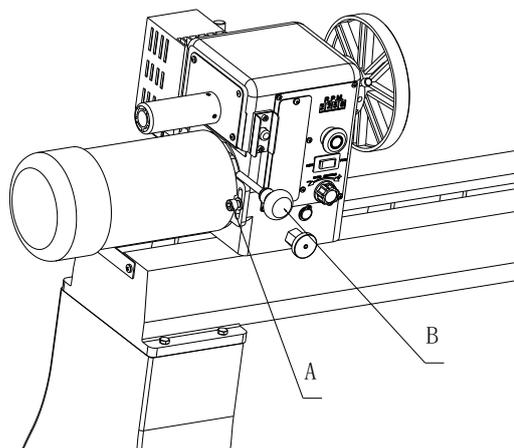

Рис.8
2. Ослабьте стопорный винт (А, рис. 8).
3. Поднимите вверх натяжную ручку (В, рис. 8) снять натяжение с поли клинового ремня. Теперь вы можете расположить ремень в нужном диапазоне скоростей. Он изображен в диапазоне низкоскоростных шкивов. Примечание: “Высокий” диапазон скоростей (0-3200) обеспечивает максимальную скорость, тогда как “Низкий” диапазон скоростей (0-1200) обеспечит максимальный крутящий момент.